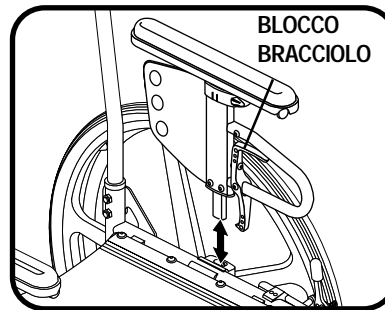

Figura 6. Braccioli estraibili
4. Se necessario sollevare un bracciolo. Vedere la figura 6.